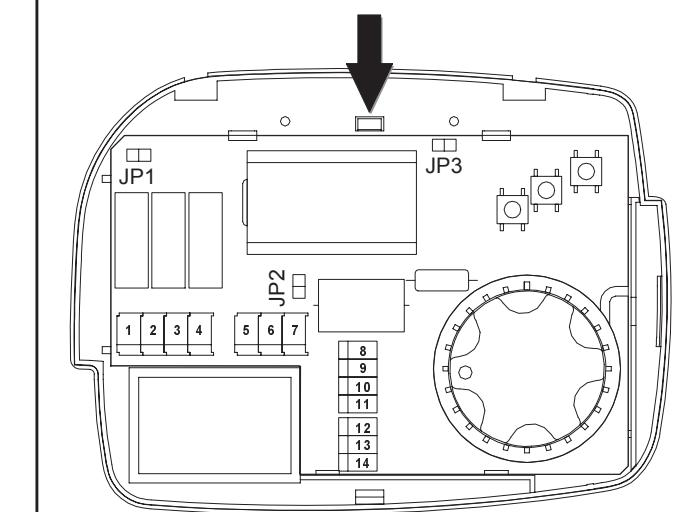

Fig. 4: Internal view.
Per impedire l'accesso alla configurazione da parte di utenti non autorizzati è possibile rimuovere il ponticello interno (JP3) indicato in Fig. 4; in questo modo tentando di accedere alla configurazione si avrà solo un messaggio di errore.
2. Unmount the plate fixed at the controller back by pressing the plastic tooth shown in Fig. 4 and, at the same time, pull the plate to the bottom until it becomes free from the plastic base.
For the 24V~ operation it is necessary to move the jumper from position JP1 (Fig. 4) to position JP2 (Fig. 4).